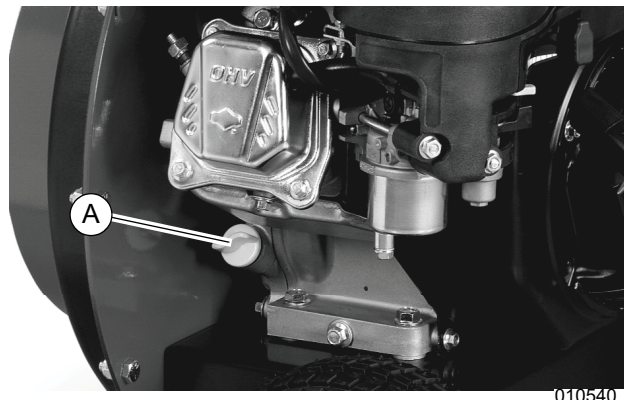

Figure 2-11. Bouchon-jauge d'huile
2. Voir Figure 2-11. Ouvrir le bouchon-jauge d'huile (A).